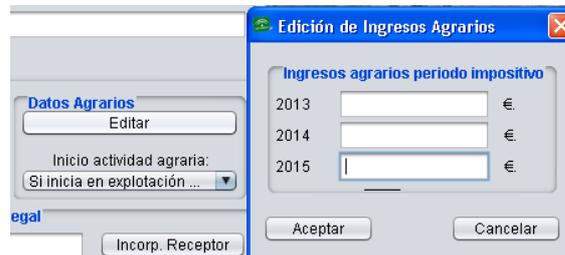

Fig. 128
- **Ingresos agrarios:** ingresos agrarios obtenidos en los últimos tres años. Serán los definidos en los artículos 11.1 y 11.2 del Reglamento Delegado (UE) nº 639/2014 de la Comisión, del 11 de Marzo de 2014?. (Fig. 128)